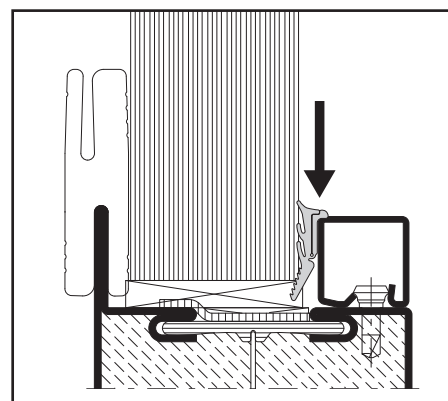

Abb. 26 / Fig. 26 / Fig. 26
- Keildichtungen glasleistenseitig mit leichtem Übermass in 45°-Gehung zuschneiden und eindrücken (Abb. 26)
- Découper les joints à bourrer coté parcloles d'onglet à 45° avec une légère surlongueur et les enfoncer (fig. 26)
- Cut with small oversize the wedge weatherstrips in a miter joint on the glazing bead side and press in (fig. 26)